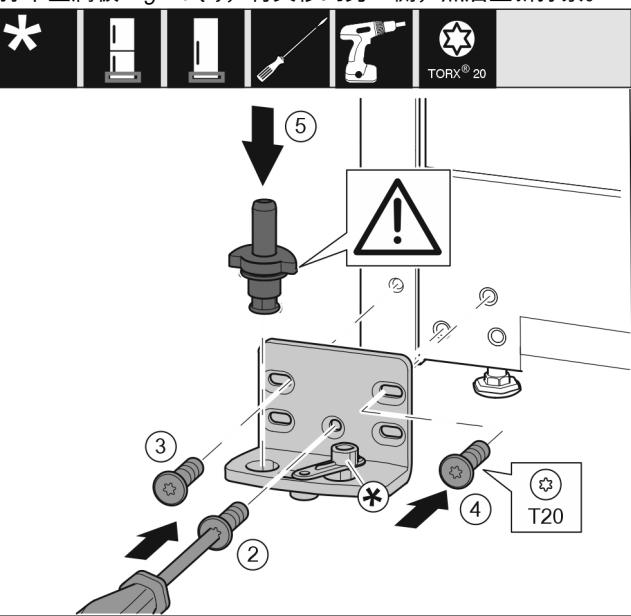

Fig. 17
- ▶ 将托架安装到另一侧，并借助螺丝刀旋紧。用螺钉 Fig. 17 (2) 从底部的中心开始。
- ▶ 拧紧螺钉 Fig. 17 (3)和螺钉 Fig. 17 (4)。
- ▶ 将轴承螺栓 Fig. 17 (5)完全装入。同时注意止动凸轮需指向后方。